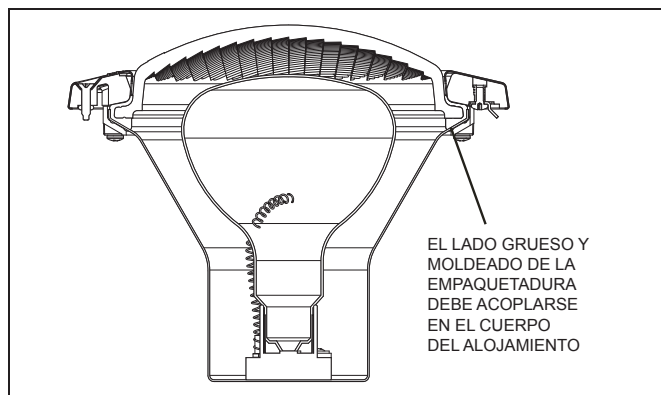

Figura 5. Plano transversal de la luz blanca Jandy para piscinas
| Figura 5. Plano transversal de la luz blanca Jandy para piscinas..... | 32 | | |
- b. Mientras sostiene la luz hacia arriba, coloque el lente de vidrio con la empaquetadura encima de la luz. Tenga en cuenta que la empaquetadura del lente no tiene forma simétrica. Por eso, se debe instalar correctamente de manera que el lente quede sellado en el compartimento de la luz. Coloque la empaquetadura sobre el lente de manera que el lado grueso de la empaquetadura se acople al compartimento durante la instalación del lente. Véase Figura 5.